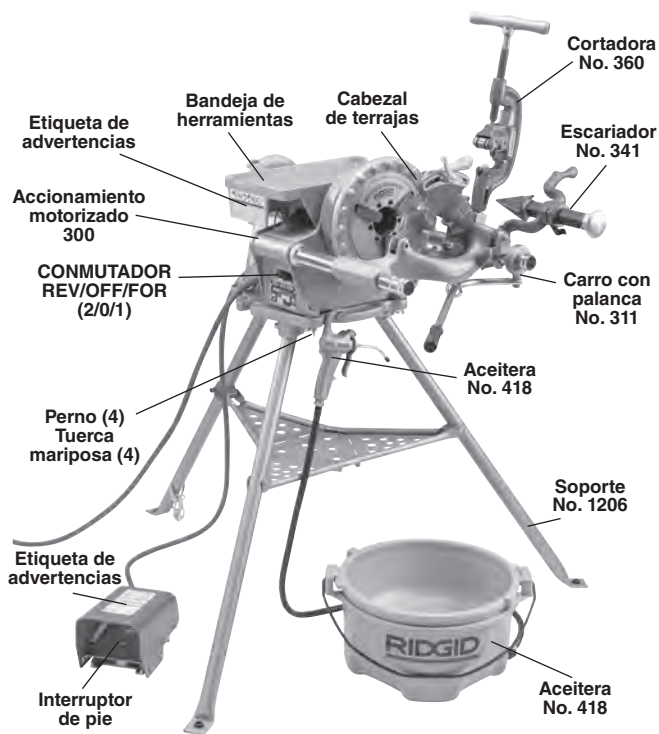

Figura 2 – Accionamiento motorizado Modelo 300 Complete
- Coloque el accionamiento motorizado 300 sobre el soporte y fíjelo a la base con los sujetadores suministrados (Figura 2).